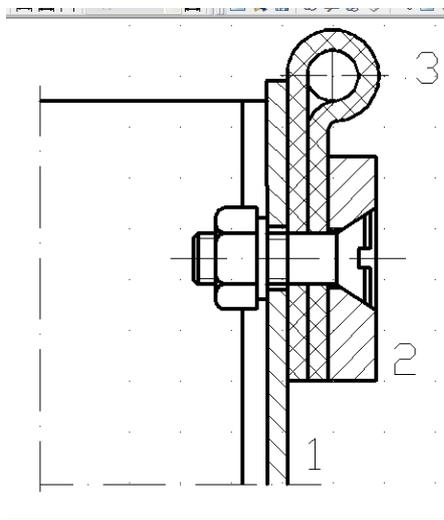
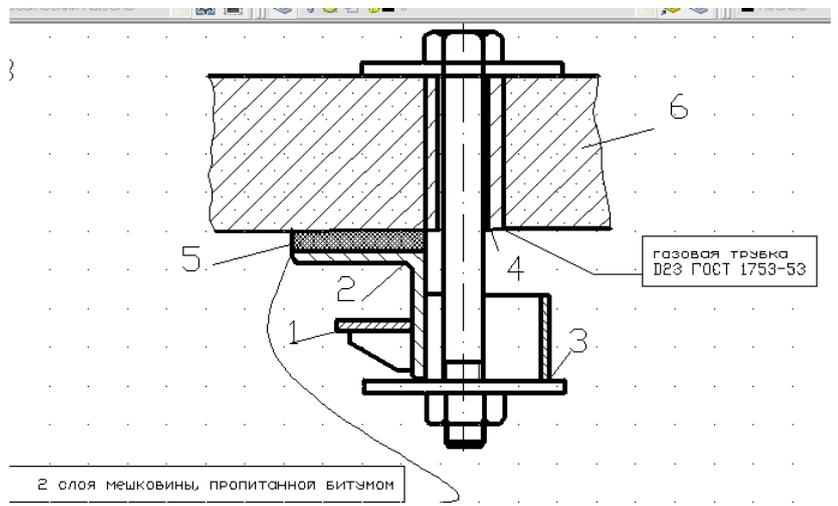

Рис.5.59
Рис.5.60
9. Выполните построение двух фрагментов чертежей: «Затвор сооружения из сборного железобетона на трубчатой оросительной сети» (Рис.5.59), «Прикрепление рамы к блоку» (Рис.5.60).
16. Постройте две выноски, содержащие текст «2 слоя мешковины, пропитанной битумом» и «газовая трубка D23 ГОСТ3753-53» так, как показано на *Рис.5.60*.